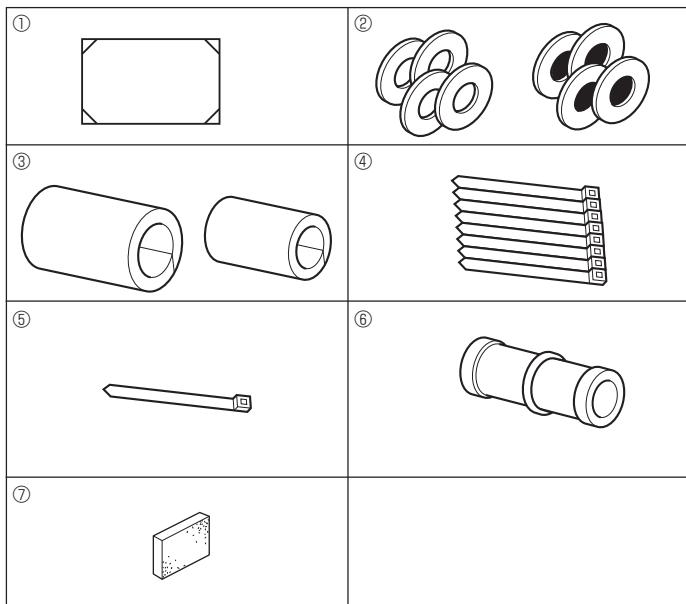

Fig. 3-1
3.1. Ελέγχετε τα εξαρτήματα της εσωτερικής μονάδας (Fig. 3-1)